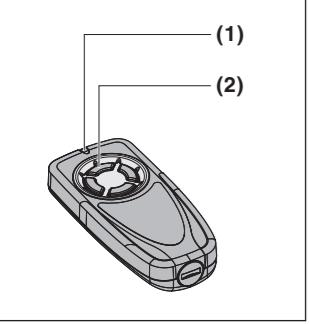
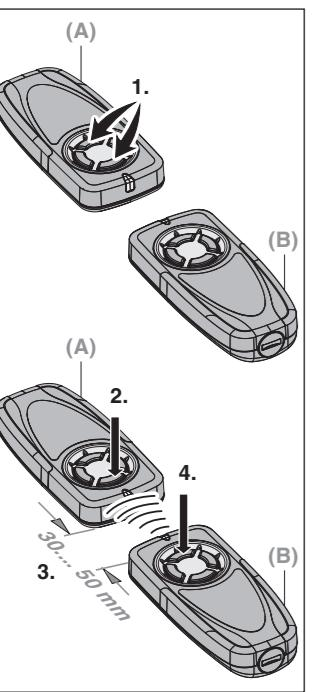

Fig. 1
Fig. 3
2 Gerätebeschreibung (Fig. 1)
4.2 Den Handsender verwenden (Fig. 1)
- Die Taste (2) am Handsender drücken. Die mit der Taste verbundene Funktion (z. B. Tor auf/zu) wird ausgeführt.
2 Description de l'appareil (fig. 1)
4.2 Utilisation de l'émetteur (fig. 1)
- Druk de toets (2) op de handzender in. De aan de toets gekoppelde functie (bijv. deur open/dicht) wordt uitgevoerd.
4.3 Copie d'une fonction de touche (fig. 3)
2 Beschrijving van het toestel (fig. 1)
4.3 Een toetsfunctie kopiëren (fig. 3)